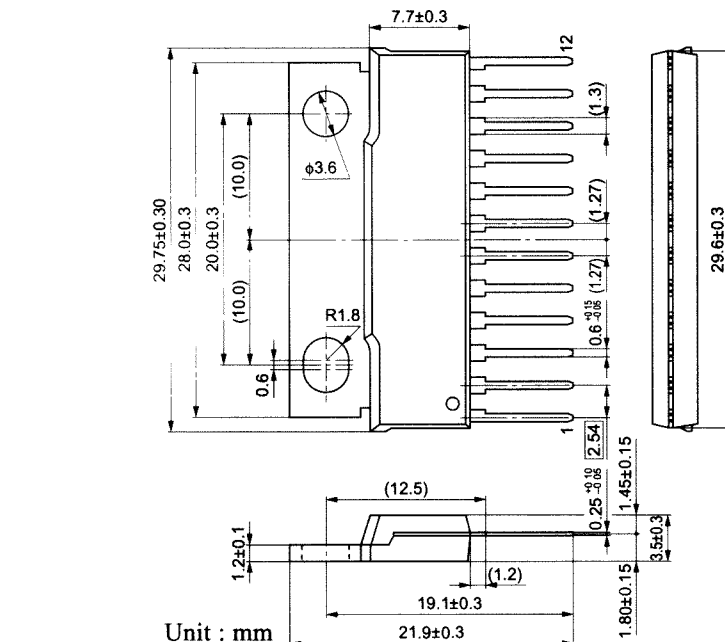

Рис. 14. Корпус HSIP012-P-0000A микросхемы AN7124
– корпус — HSIP012-P-0000A, такой же, как корпус FP-12S микросхем AN17380A, AN17381A (см. рис. 14).